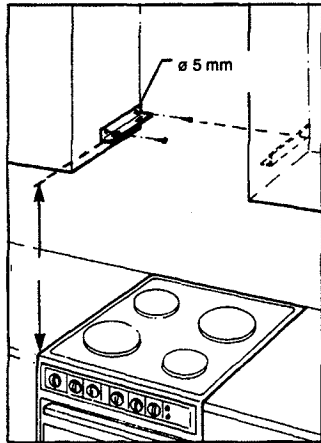

Fig. 3
1. Märk ut en punkt 600 mm ovanför spisen på köksskåpens kortsidor, se fig. 3, och dra en vågrät linje på varje skåpsida.